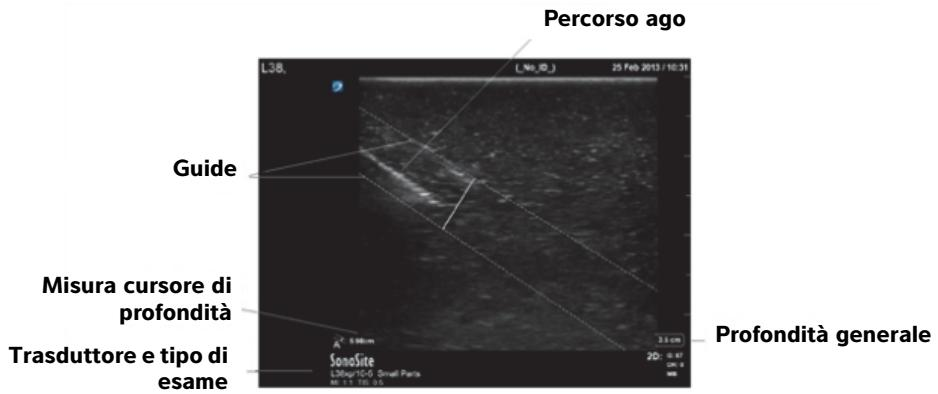
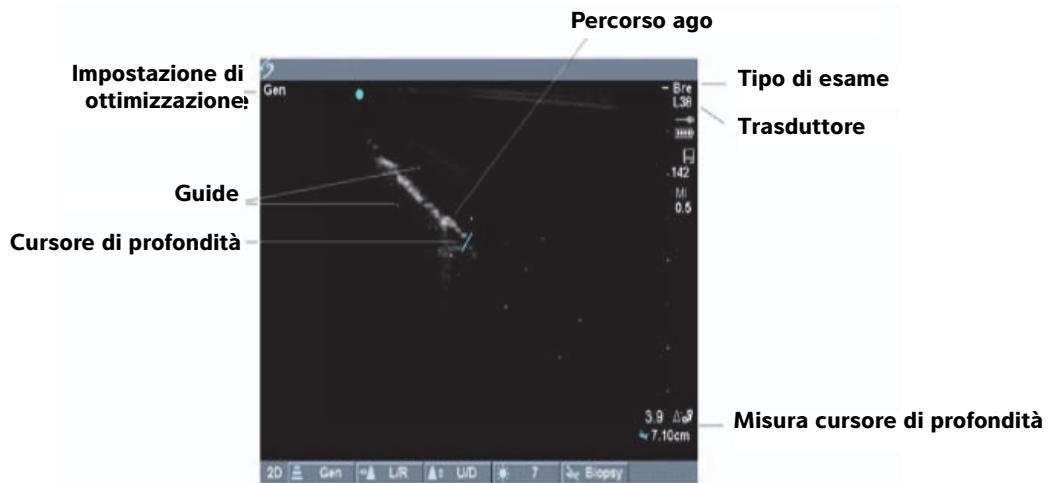

Figura 3 Guide in piano sul sistema SonoSite X-Porte
Figura 4 Guide all'interno del piano sul sistema MicroMaxx o TITAN
- 8** Verificare che l'ago, come mostrato sullo schermo del sistema, sia tra le guide. Consultare Figura 3, "Guide in piano sul sistema SonoSite X-Porte" a pagina 73 e Figura 4, "Guide all'interno del piano sul sistema MicroMaxx o TITAN" a pagina 73.
La misurazione del cursore di profondità mostrata sul sistema ecografico misura la distanza dalla punta dell'ago all'origine della guida per ago. Consultare Figura 3 e Figura 4.